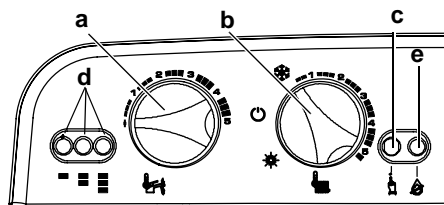
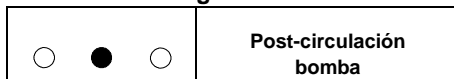
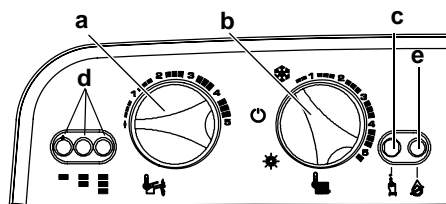

Fig. 5.46 Tablero de mandos
Fig. 5.47 Post-circulación bomba
Fig. 5.51 Tablero de mandos
- 1 Antes de alimentar eléctricamente la caldera coloque las llaves **a** y **b** como se indica en la **Fig. 5.46**
- 3 Pulsar el botón de restablecimiento **c**, **Fig. 5.46** de forma repetida (3 veces) hasta que los indicadores luminosos de señalación **e** muestren una secuencia como la de **Fig. 5.47**.
- 1 Coloque las llaves **a** y **b** como se indica en la **Fig. 5.51**
- 3 Pulsar el botón de restablecimiento **c**, **Fig. 5.51** de forma repetida (3 veces) hasta que los indicadores luminosos de señalación **d** muestren una secuencia como la de **Fig. 5.47**.